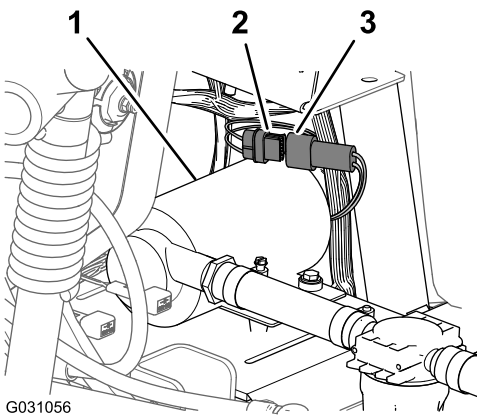

Figura 121
1. Collegate il connettore a 6 pin del cablaggio della pompa di lavaggio proveniente dal connettore a 6 prese del cablaggio preassemblato posteriore indicato come POMPA DI LAVAGGIO (Figura 121).